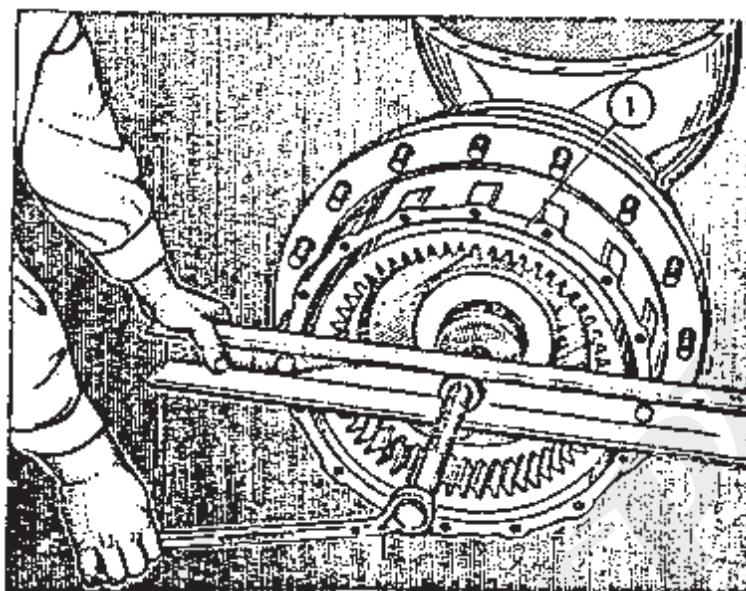

Рис. 4-6. Стягивание ступицы с помощью прибора
- высунуть ступицу 1 с помощью прибора /рис. 4-6/.